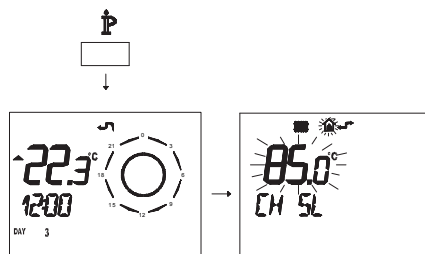

图 5.33
使用 13 和 14 键改变 **K 1.5** 设置时的温度趋势如图 5.33 所示。
- 按 \mathbb{P} 按钮超过 3 秒进入 **INFO** 模式（图 5.33）。